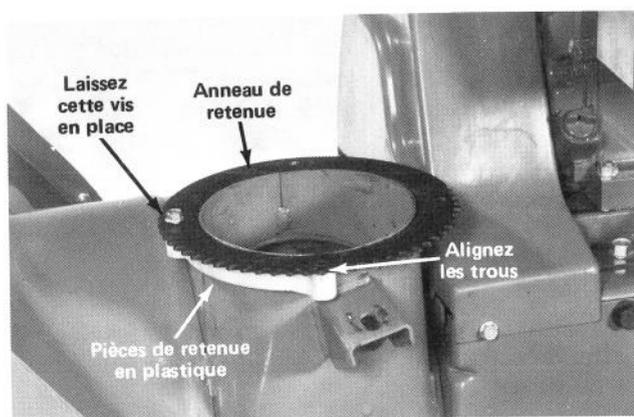

Figure 9
1. Tournez l'anneau de retenue pour que les dents se trouvent du côté gauche de la machine (Fig. 9). Ensuite, enlevez trois vis taraudeuses du dessus de l'anneau de retenue, mais n'enlevez pas la vis près de l'inscription "TOP" sur l'anneau de retenue.
2. Deux pièces de retenue en arc de cercle, faites de plastique, retiennent l'éjecteur. Laissez donc ces pièces de retenue en place (Fig. 9).
3. Déplacez l'extrémité opposée de la pièce de retenue sous l'anneau de retenue de façon que les trous de montage s'alignent et que la fente de la pièce de retenue corresponde au collet au sommet de l'ouverture d'éjection (Fig. 9).